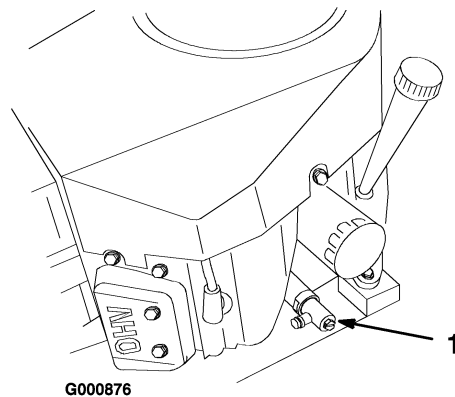

Figure 22
- Branchez le flexible de vidange au robinet de vidange d'huile (Figure 22).
- Placez un bac de vidange sous le flexible de vidange d'huile. Ouvrez le robinet de vidange avec un tournevis à lame plate, une clé de 10 mm ou 3/8 pouce (Figure 22).
- Tournez le robinet dans le sens anti-horaire pour l'ouvrir (Figure 22).
- Quand toute l'huile s'est écoulee, refermez le robinet de vidange en le tournant dans le sens horaire (Figure 22).
- Nettoyez la surface autour du bouchon de la jauge de niveau d'huile et dévissez le bouchon (Figure 22).
- Versez avec précaution environ 80% de la quantité d'huile spécifiée dans le goulot de remplissage (Figure 22) (voir Vidange de l'huile moteur et remplacement du filtre à la section Entretien du moteur, page 23).